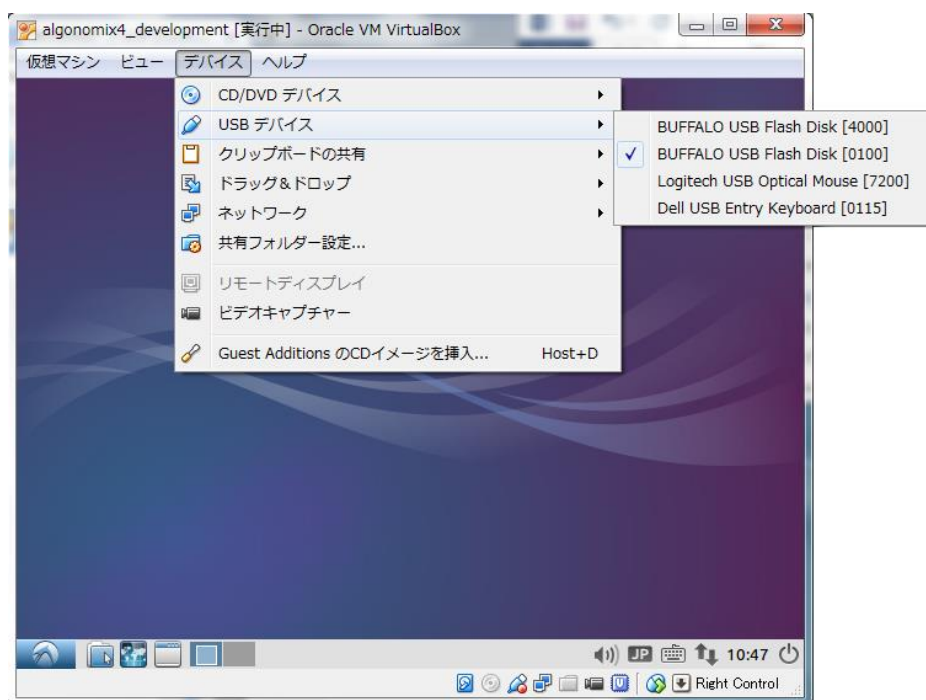

図 3-2-6-4. USB デバイス一覧
VirtualBox で認識している USB 機器は[デバイス (D)]→[USB デバイス (U)]をクリックすることで一覧表示されます(図 3-2-6-4 参照)。チェックが付いているものはゲスト OS が認識しているものです。このチェックを ON/OFF することで、ゲスト OS から USB 機器を抜き差しすることができます。